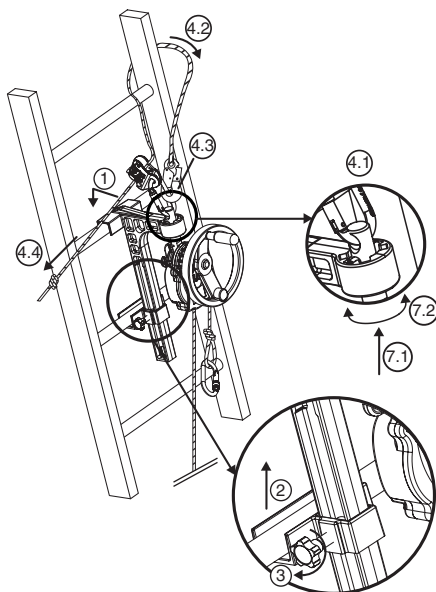

Рис. 6
#### 6.3.2. Устройство Deropre™ UP B (рис. 6)
1. Установите большой кронштейн, предназначенный для крепления к поперечине лестницы, в положение, выбранное вами для проведения спасательной операции, над эвакуируемым лицом (рис. 6, 1).
2. Поднимите блокирующий зажим и установите его на поперечине, расположенной непосредственно под той поперечиной, на которую установлен большой кронштейн (рис. 6, 2).
3. Зафиксируйте блокирующий штырь блокирующего зажима с помощью завинчивающейся головки, которая находится на кронштейне сбоку (рис. 6, 3).
- Пропустите карабин приспособления для регулировки длины стропа LCM 05 через отверстие в верхней части крепежного штыря (рис. 6, 4.1).
- Оберните страховочный строп вокруг поперечины, находящейся над кронштейном, обойдя одну из стоек лестницы (рис. 6, 4.2).
- Присоедините карабин страховочного стропа к карабину приспособления для регулировки длины стропа LCM 05 (рис. 6, 4.3).
- Натяните страховочный строп, потянув за свободную ветвь (рис. 6, 4.4).
7. Установите устройство Deropre™ в нужное положение, меняя положение крепежного штыря в делительном устройстве (рис. 6, 7.1–7.2).